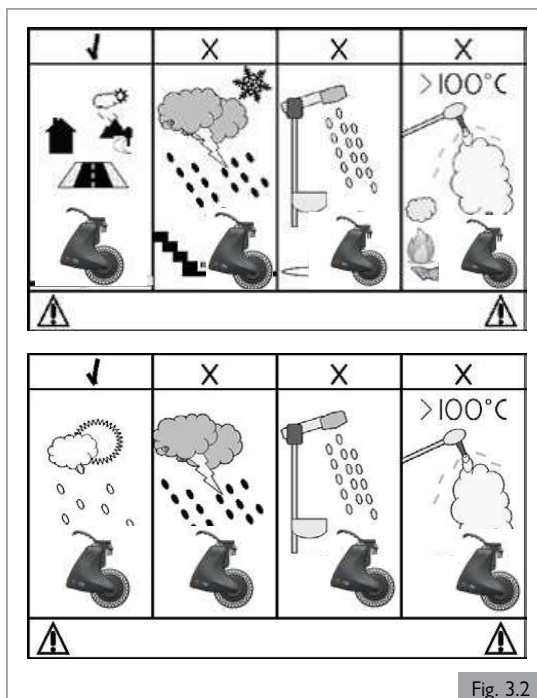

Fig. 3.2
3.4 Champ d'application : Environnement de l'utilisateur (Fig. 3.2)